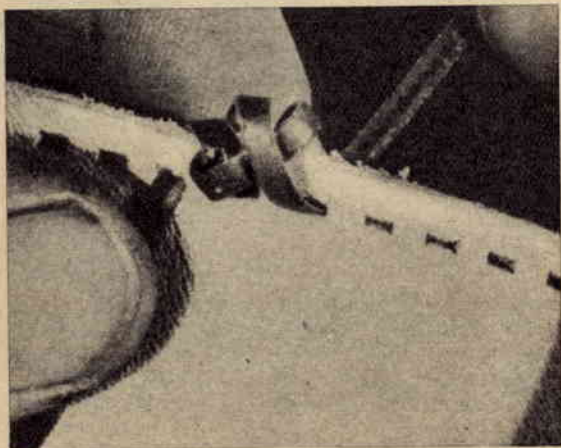

Fig. 7
**Fig. 7** - Tirate verso il basso il primo occhiello fino a tanto il medesimo non entri a contatto del cuoio di copertura. Al tempo stesso presteremo attenzione a non stringere a fondo.